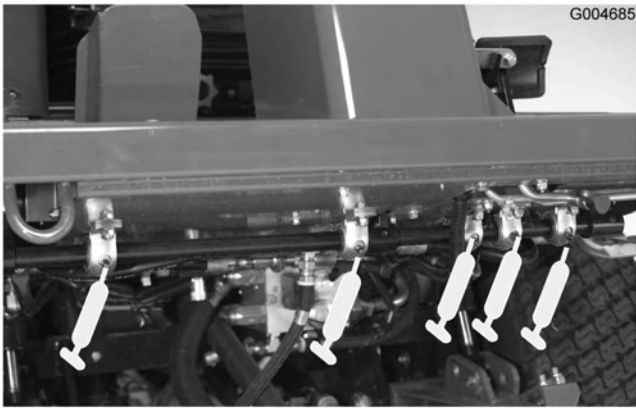

Bild 33
- Bremsstangen-Drehlager (5) (Bild 33)